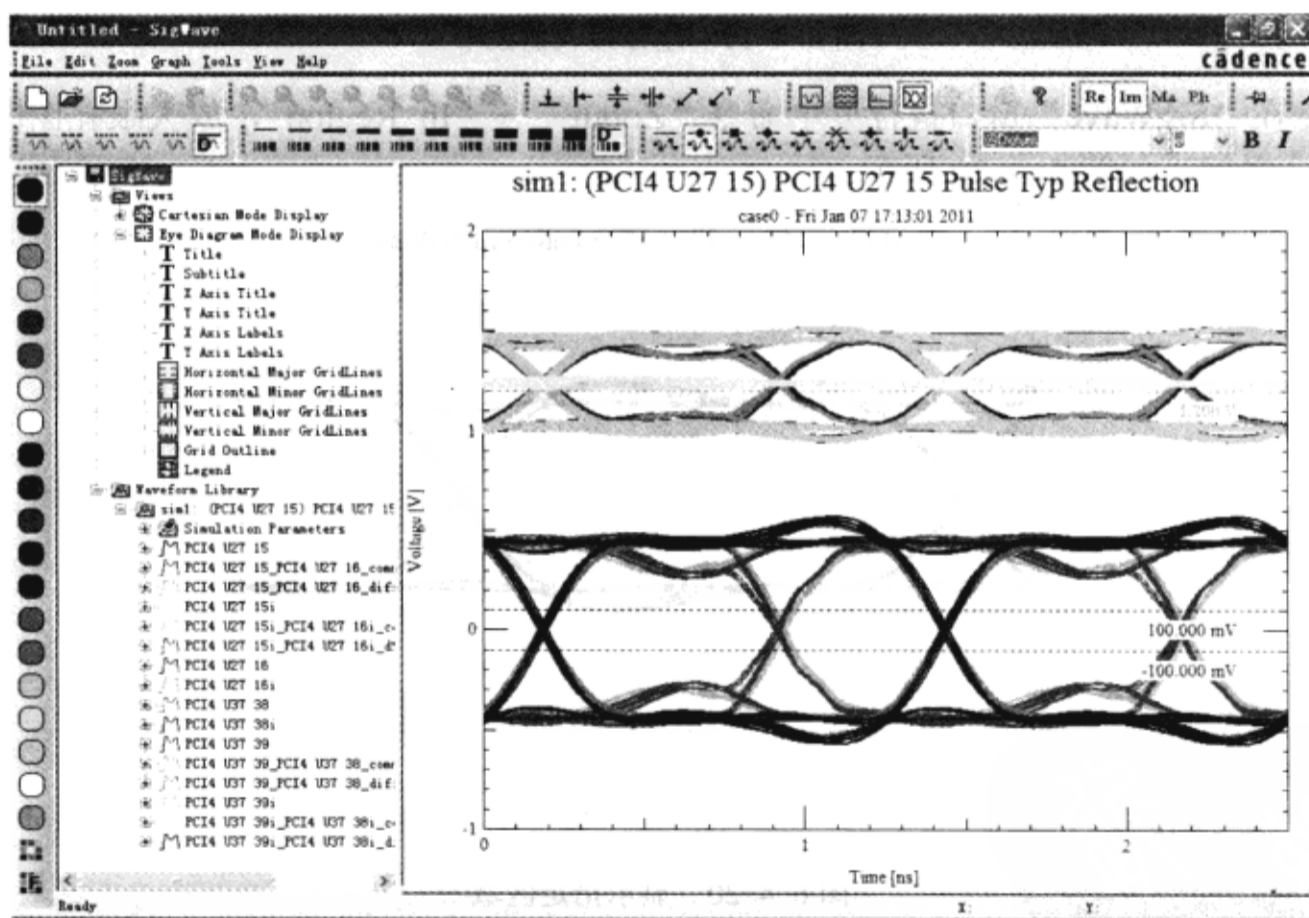

图 6-4-18 波形的眼图
(3) 单击“OK”按钮，关闭“Eye Diagram Preferences”对话框。
(4) 从“SigWave”菜单栏执行菜单命令“Graph”→“Eye Diagram Mode”，波形的眼图现在显示在波形窗口，如图6-4-18所示。